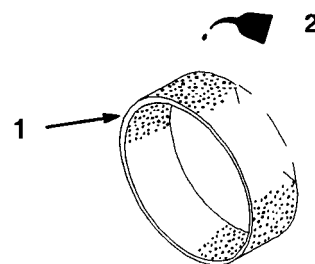

Figure 16
- C. Versate 25–50 g di olio sul filtro (Fig. 16), e strizzatelo per distribuire l'olio.